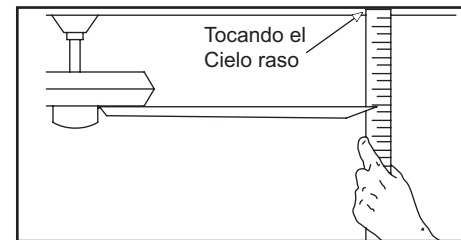

Figura 12
2. La mayoría de los problemas de oscilación del ventilador se deben a que las aspas no están al mismo nivel. Verifica este nivel seleccionando un punto en el techo sobre la punta de una de las aspas. Mide desde un punto en el centro de cada asa al punto en el techo. Mide esta distancia como se muestra en la Figura 12. Gira el ventilador hasta que la siguiente asa quede en posición para medir. Repite el procedimiento para cada asa. Las desviaciones de la medición no deben pasar de 1/8" (3.2 mm). Enciende el ventilador por 10 minutos.